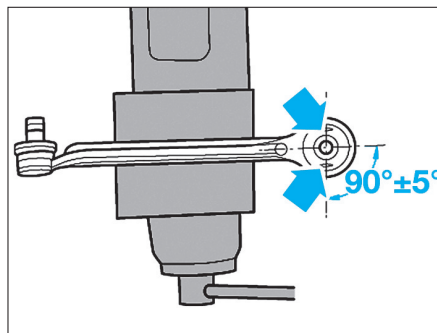

Fig. 24
- Reposer le palier en tenant compte de la position de celui-ci (Fig.24).